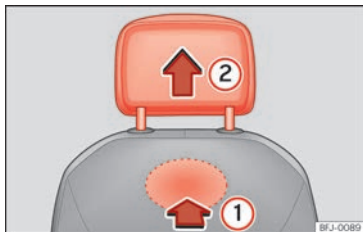

Abb. 99 Kopfstütze vorne ausbauen.
- Lokalisieren Sie zum Entriegeln der Kopfstütze die Aussparung im markierten Bereich auf der Rückseite der Sitzlehne und drücken Sie in Pfeilrichtung » » (Abb. 99) ①.
- Ziehen Sie die Kopfstütze in Pfeilrichtung ② heraus.